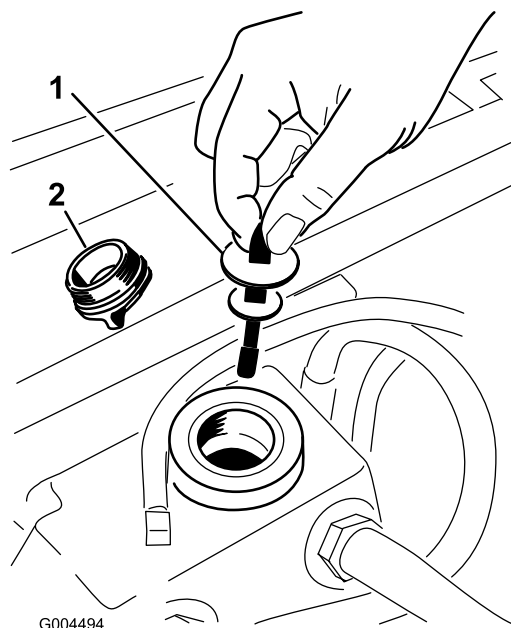

Figura 66
5. Retire el tapón de llenado de aceite hidráulico (Figura 66) del cuello de llenado.
6. Retire la varilla y límpiela con un paño limpio (Figura 66).
7. Introduzca la varilla en el cuello de llenado; luego retírela y verifique el nivel del aceite (Figura 66).